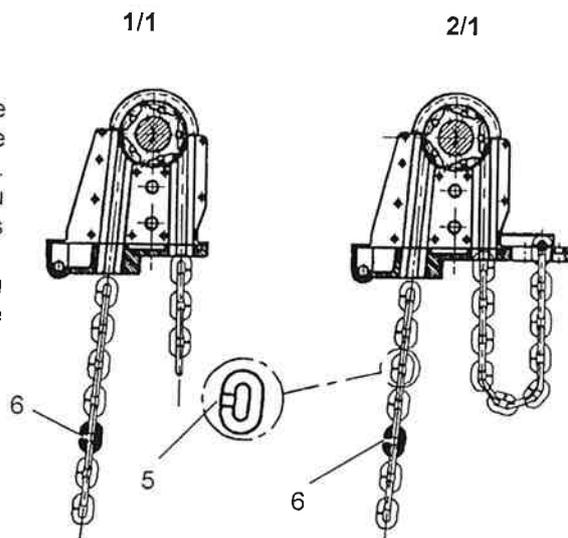

Bild 16
- Neue Kette mittels eines C- Gliedes (Bild 16, Pos. 6) an die Kette anhängen.
- Die Lage der Schweißnaht (Bild 16, Pos. 5) ist entsprechend zu beachten.